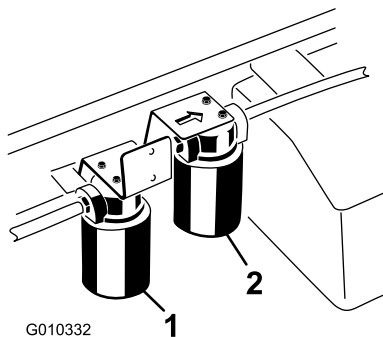

Figure 72
5. Placez un bac de vidange sous le filtre et enlevez le filtre (Figure 72).
4. Nettoyez la zone autour de la surface de montage du filtre grand débit (Figure 72).